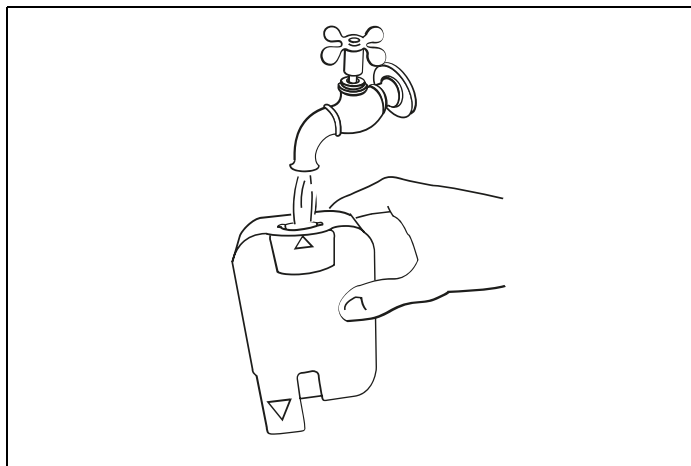

Fig. 54
- Skölj innanför skumjusteringsrattens säte (Fig. 54) och mjölkskummarens anslutningshål under rinnande vatten.